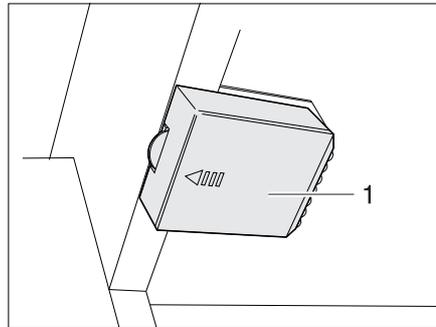

Bild 182 Kleiderschrankleuchte mit LED, Batteriefach geschlossen
- Deckel (Bild 182,1) in Pfeilrichtung aufschieben.
- Die Batterien (Bild 182,2) aus dem Batteriehalter entnehmen.
- Deckel (Bild 182,1) wieder zuschieben.